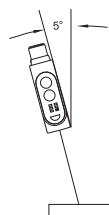

Fig. 7 Objets réfléchissants
**Il est nécessaire d'incliner le VDM18 de 5° pour détecter des objets très réfléchissants (Fig. 7).**